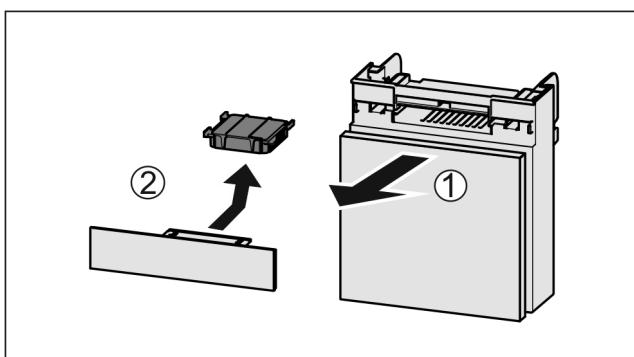

Fig. 148
- Потягніть Fig. 148 (1) відділення вперед.
- Витягнути Fig. 148 (2) фільтр з активованого вугілля.